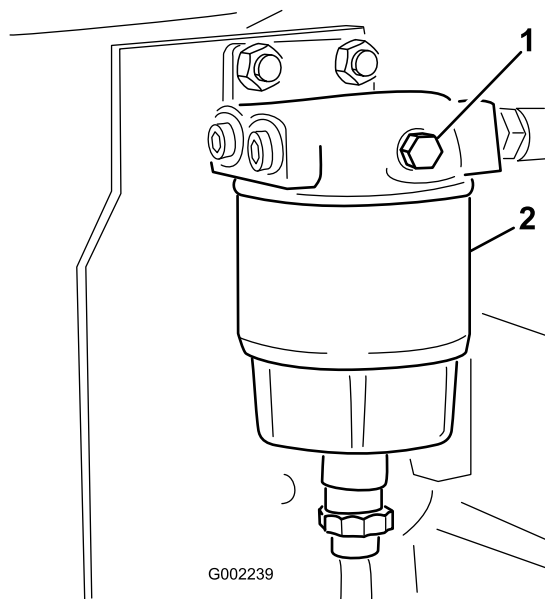

Figura 43
3. Aprite il tappo di sfiato sul separatore carburante/acqua (Figura 43)